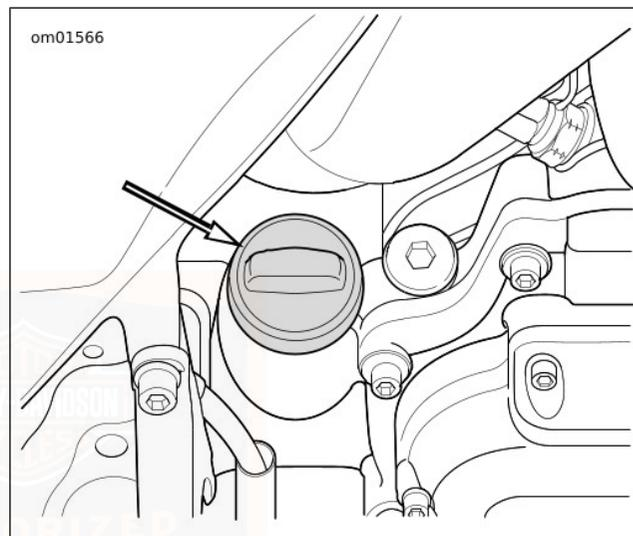

Abbildung 64. Motoröl-Einfüllverschlussstopfen
2. Siehe Abbildung 64. Den Motorölstand prüfen.
3. Siehe Abbildung 64. Ölstand prüfen.